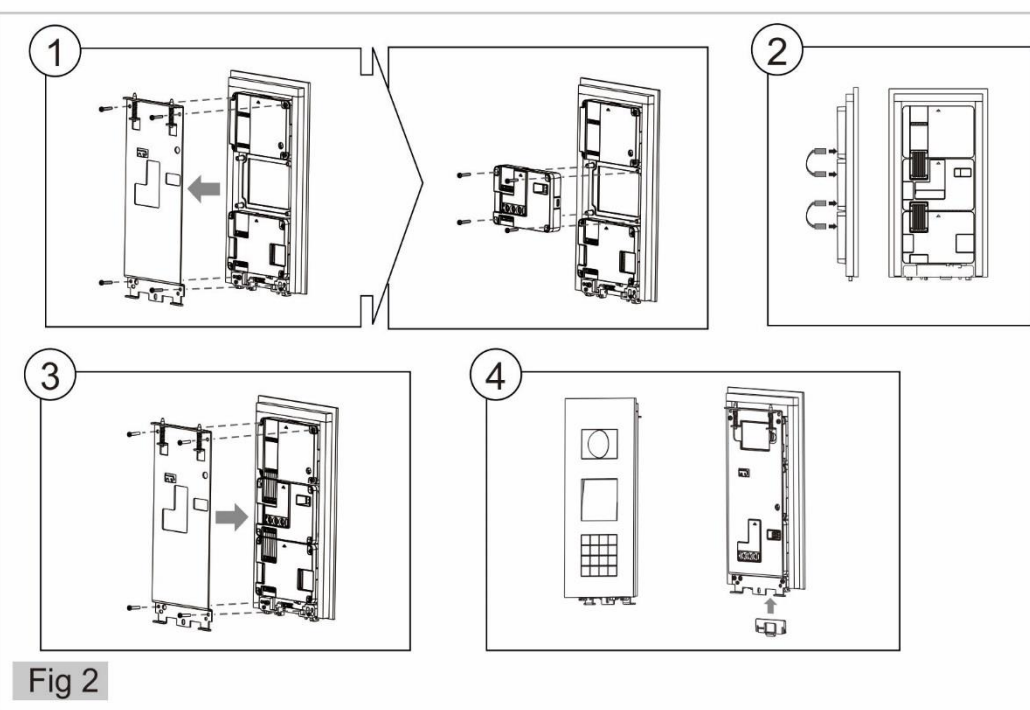

Fig 2
5. If there is not slave pushbutton module under keypad-module, must pull in the plastic holder as Fig2-④.
5. Si no hay esclavo pulse el botón del módulo debajo del teclado del módulo, debe tirar en el soporte de plástico como se muestra en la Fig2-④.